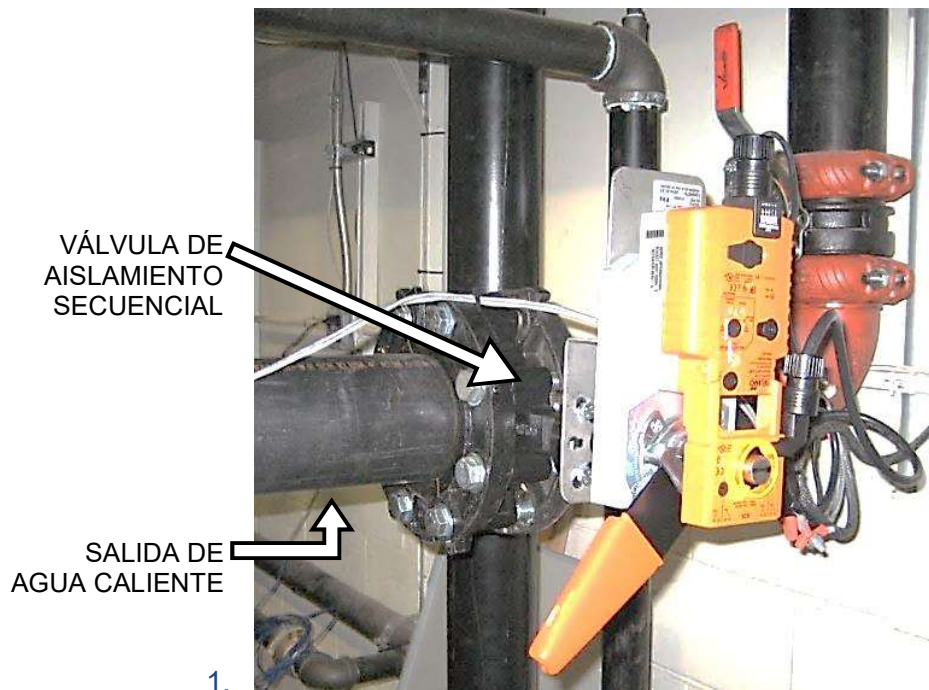

Figura 2-19: Válvula de aislamiento secuencial instalada
1. Instale la válvula de aislamiento secuencial en la tubería de salida de agua caliente de la caldera (Figura 2-19).